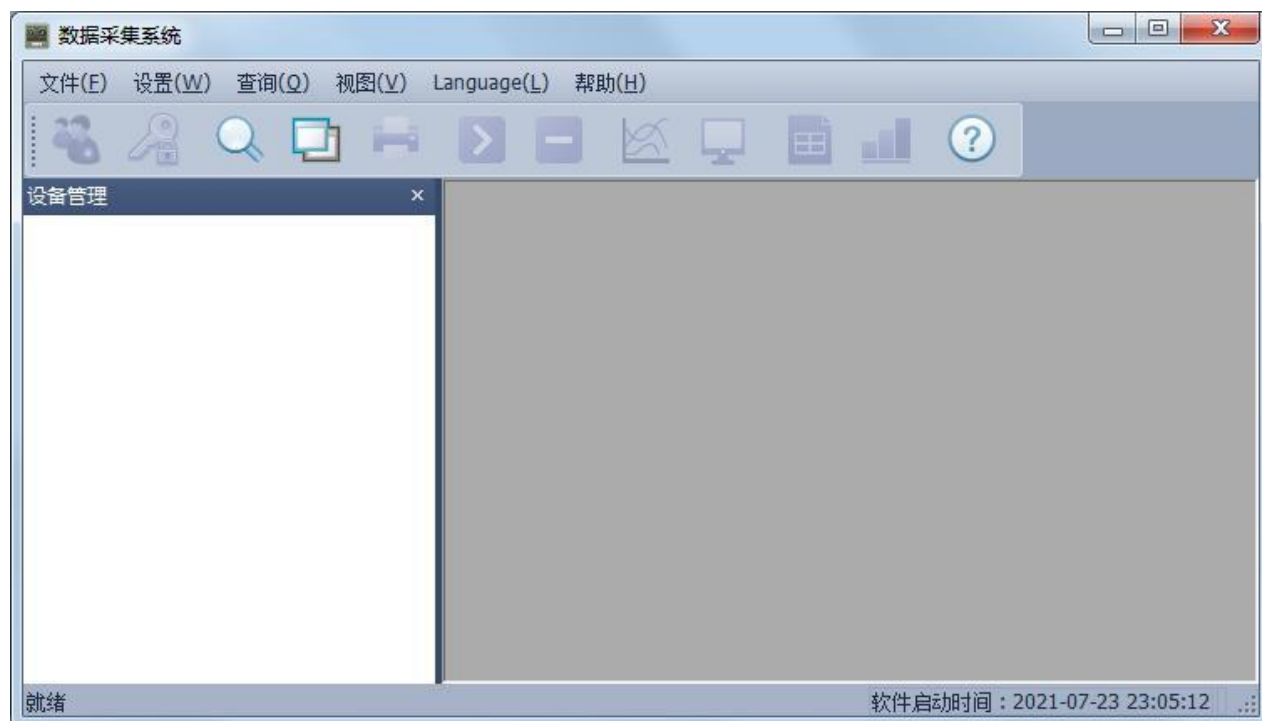

图 7-2 DataLogger 主窗口
7.1.2 双击运行后会弹出系统主界面，如下图 7-2 所示。
在“设备管理”区域内点击鼠标右键，选中“添加设备”弹出如图7-2新建设备对话框，设备名称可自命名，设备地址为记录仪的地址（可在记录仪“系统设置”界面中查询，默认上位机只与一台记录仪通讯地址设为1），根据需要选择相应的通道数目和起始通道（默认起始通道为1）。当通道数目大于64或者需要将通道分成不同的类，可以各类通道挂在不同的设备上。如前8个通道测量温度，后8个通道测量湿度并且想把他们以不同的窗口显示出来，可以按一下操作进行：1) 建立一个新的8个通道的设备，设备类型（选择通讯协议，其中**w表示无线协议）—>设备名称—>设备地址为1（仪器默认地址为1）—>通道数量8通道—>起始通道1；2) 再建立一个24通道的设备，设备名称—>设备地址为1—>通道数量24通道—>起始通道9。以上是对于同一台仪器不同通道的操作。